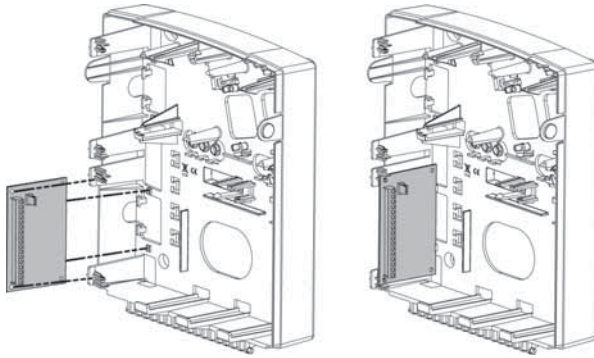

Figura 3-3: Espansione Zone posizionata all'interno del contenitore della LightSYS
4. Alloggiare il modulo di espansione Uscite all'interno del contenitore della centrale o in un contenitore esterno, a seconda dello spazio disponibile (Vedere Figura 3-3) .
5. Se l'Espansione Uscite è installata in un contenitore separato, possono essere utilizzati i morsetti TAMP e COM come segue: Collegare uno (o più) interruttori normalmente chiusi (NC) in serie tra il morsetto TMP e il morsetto COM per chiudere il circuito quando il contenitore è chiuso.